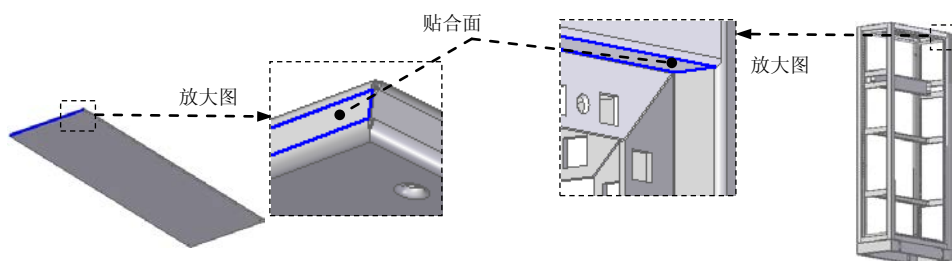

图 8.13.370 面对齐面
(3) 单击“相关”区域中的  命令，选取图 8.13.370 所示的两个钣金件上要配合的面。